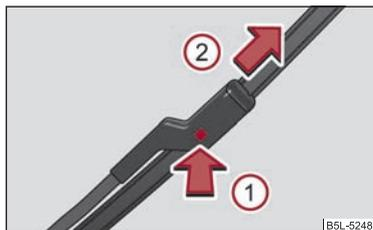

Fig. 51 Spazzola per parabrezza
- Premere la sicura ① ⇒ pag. 60, fig. 51 per sbloccare la spazzola ed estrarla nel senso della freccia ②.